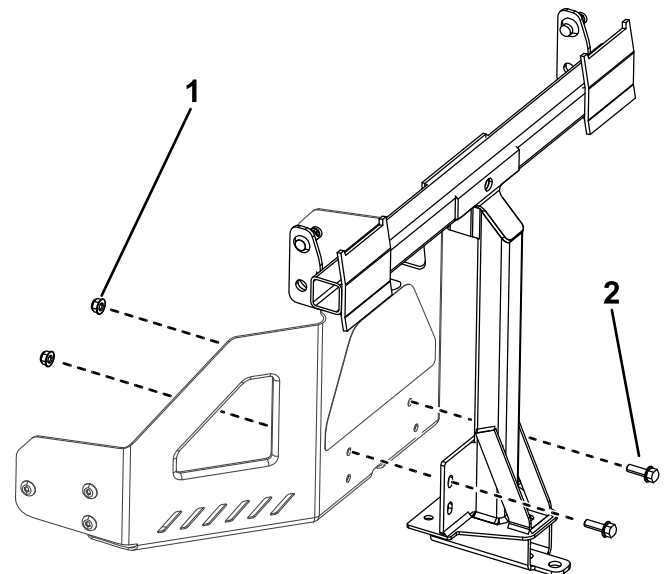

Bild 10
2. Befestigen Sie den Drehrahmen an der Maschine, wie in Bild 10 abgebildet. Befestigen Sie den Drehrahmen mit zwei Schrauben (5/16" x 1") und zwei Sicherungsmuttern (5/16") am Maschinenrahmen.